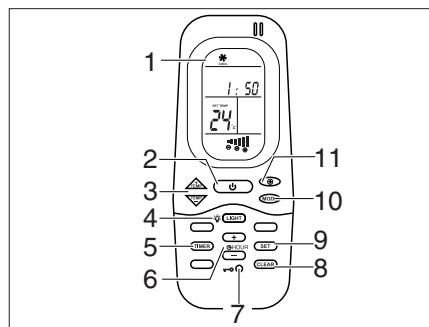
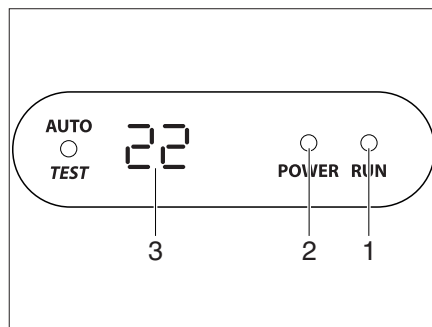

Fig. 117 Telecomando
Fig. 118 Display sul diffusore
L'impianto di climatizzazione si trova sul tetto del veicolo. Il telecomando (Fig. 117) dell'impianto di climatizzazione si trova nella zona cucina.
- Collegare il veicolo all'alimentazione a 230 V. L'impianto di climatizzazione è pronto a funzionare. Il LED (Fig. 118,2) sul display del diffusore si accende in rosso.
- Per attivare, premere il tasto di accensione/spegnimento (Fig. 117,2) del telecomando. Il LED (Fig. 118,1) è acceso in verde quando l'impianto di climatizzazione funziona in modalità di raffreddamento. Il LED (Fig. 118,1) è acceso in rosso quando l'impianto di climatizzazione funziona in modalità di riscaldamento.
- Impostare la modalità di funzionamento desiderata con il tasto MODE (Fig. 117,10).
- Se necessario, con il tasto (Fig. 117,11) impostare il livello della ventola e con i tasti (Fig. 117,3) la temperatura ambiente desiderata.
- Per disattivare, premere di nuovo il tasto di accensione/spegnimento (Fig. 117,2) del telecomando.
- Per la programmazione, accendere l'impianto di climatizzazione con il tasto di accensione/spegnimento (Fig. 117,2) del telecomando.
- Premere il tasto TIMER (Fig. 117,5). L'indicatore ON dell'ora di avvio si attiva.
- Con i tasti TEMP (+/-) (Fig. 117,3) impostare l'ora.
- Premere di nuovo il tasto TIMER (Fig. 117,5). L'indicatore OFF dell'ora di avvio si attiva.
- Premere di nuovo il tasto TIMER (Fig. 117,5).
- Al termine dell'impostazione premere il tasto SET (Fig. 117,9).
- Per cancellare la programmazione del timer, premere il tasto CLEAR (Fig. 117,8).